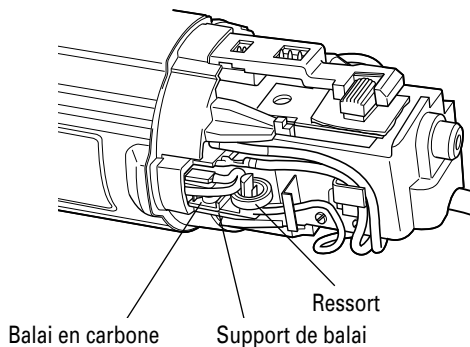

Fig. 7
4. Remplacement d'un balai en carbone (Fig. 7):